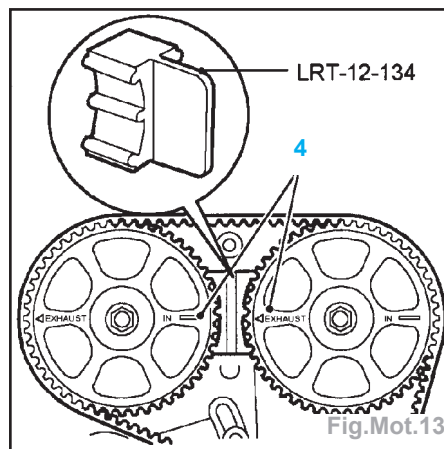

Fig.Mot.13
- Faire tourner le vilebrequin pour aligner les repères de distribution du pignon d'arbre à cames à **90°** avant le PMH (4) (Fig.Mot.13).
- Poser l'outil de blocage de pignon d'arbre à cames **LRT-12-134** (Fig.Mot.13).
- Contrôler l'alignement correct des repères de calage de pignon d'arbre à cames et poser l'outil de blocage de pignon d'arbre à cames LRT-12-134 (Fig.Mot.13).